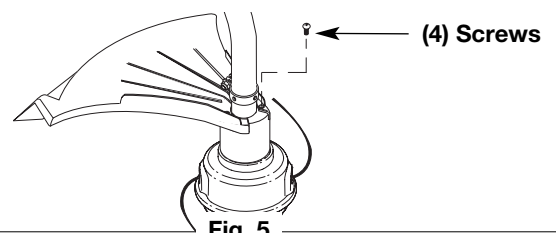

Fig. 5
3. Instale los tornillos con un destornillador Phillips (Fig. 5).